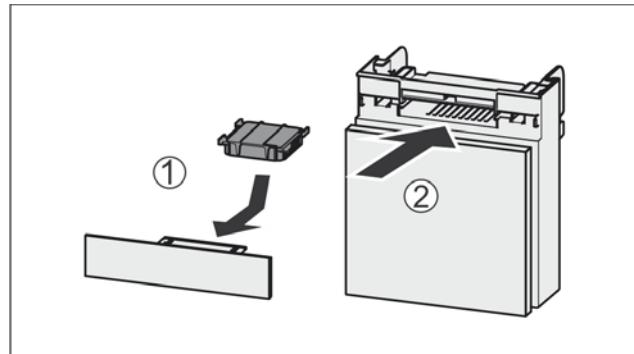

Fig. 156
- ▶ Установите фильтр с активированным углем, как показано на рисунке Fig. 156 (1).
▶ Вставьте отделение Fig. 156 (2).